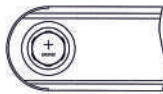

Рис. 2
- Вставьте батарейку CR2032, контактной стороной вверх (рис. 2)